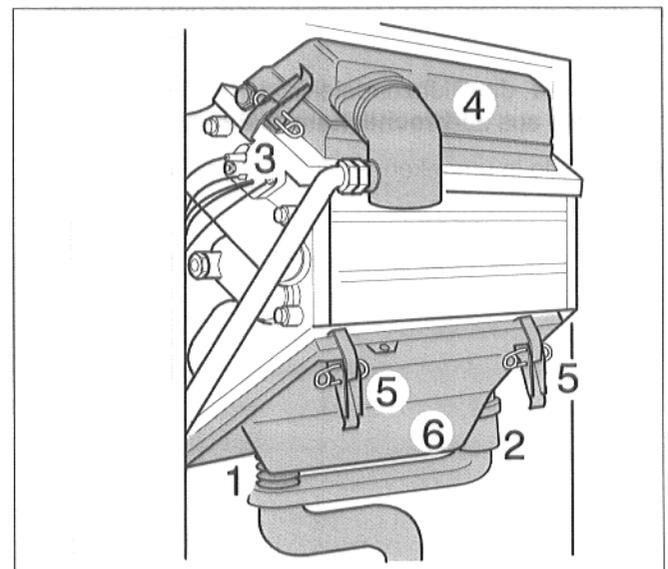

Abb. 34 Abdeckung und Kondensatplatte abnehmen
- Siphon abziehen (Abb. 34, Pos.1).
- Verbindung zum Kondenswasserbypaß lösen (Abb. 34, Pos. 2).
- Halteklammern (Abb. 34, Pos. 3) an der Brennerabdeckung lösen und Brennerabdeckung und Brenner (Abb. 34, Pos. 4) entnehmen.
- Halteklammern (Abb. 34, Pos. 5) an der Kondensatplatte lösen und Kondensatplatte entnehmen.